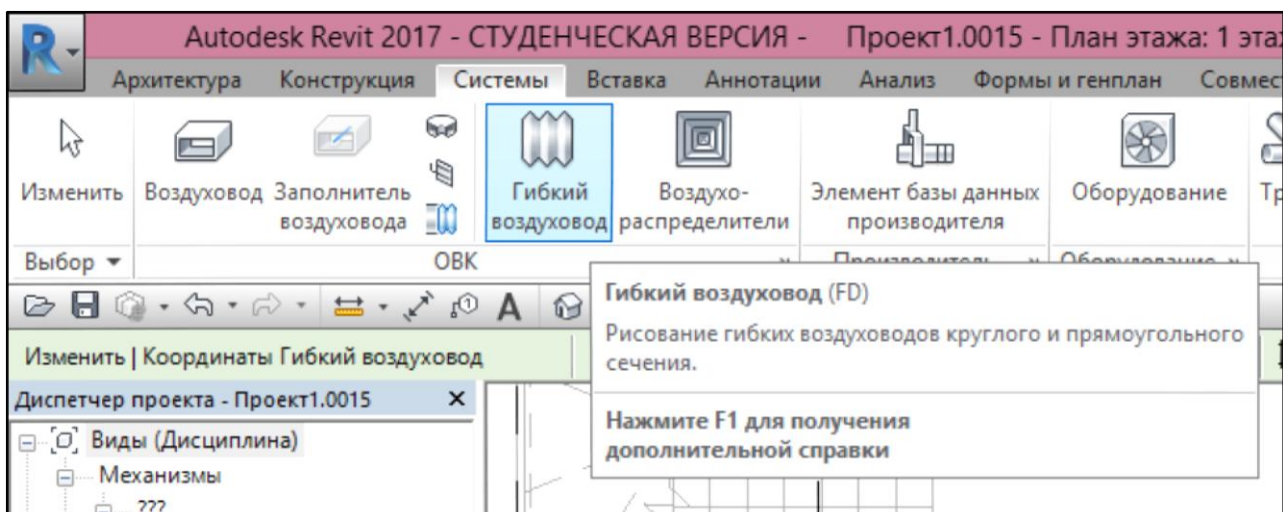

Рисунок 5.12. Вкладка «Гибкий воздуховод»
5.1. Во вкладке Системы нажать «Гибкий воздуховод» (рис. 5.12).